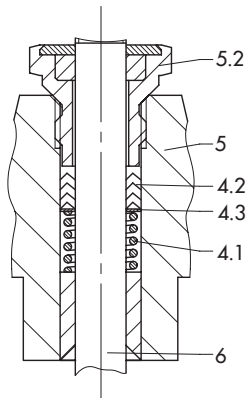

Рис. 7 · Сальниковое уплотнение
3.4. Контрольный штуцер (Рис. 7)